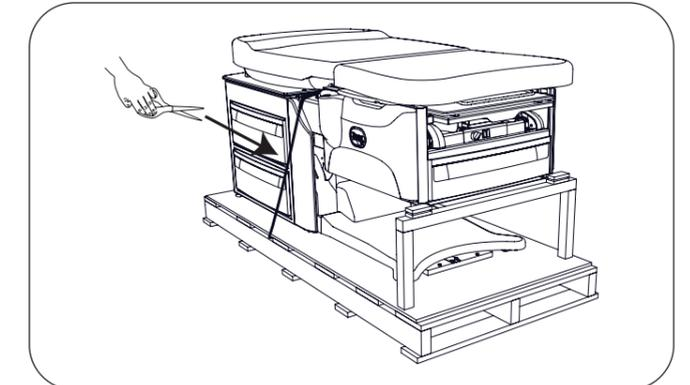

Figure 7. Couper la sangle d'expédition
7. Coupez la sangle d'expédition et jetez la sangle et le tube en mousse (Figure 7).